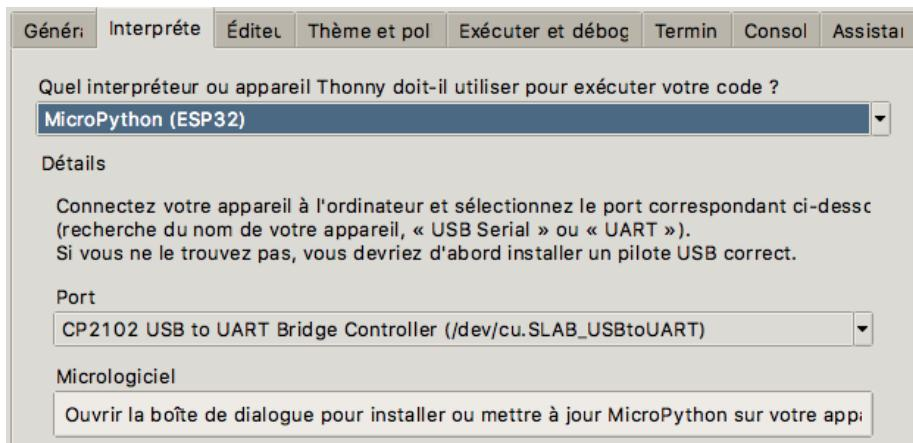

FIGURE 9 – Préparation au téléchargement du firmware dans l'ESP32
**Procédure sur MacOS et windows :** Dans la même fenêtre que précédemment, cliquer sous «Microlgiciel» sur «Ouvrir la boîte de dialogue pour installer ou mettre à jour MicroPython sur votre appareil». Voir figure 9.